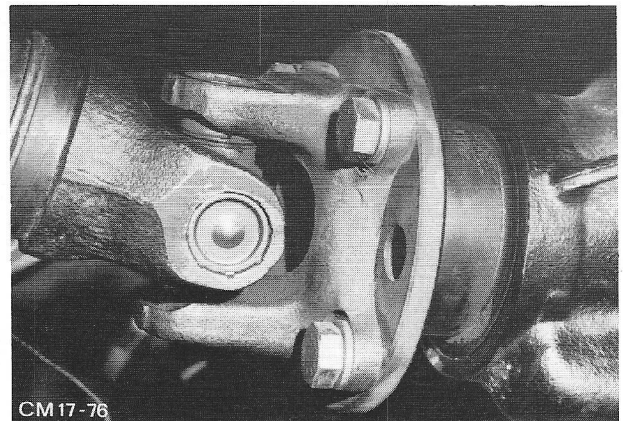

Fig.75 Cardanas bevestigd op de pignonflens.
7. Bevestig de cardanas op de pignonflens (gebruik nieuwe veerringen). Draai de bouten met het voorgeschreven aantrekkoppel vast. (Ga bij een tweedelige cardanas in de volgorde zoals in Werknr. 15 514 is beschreven te werk (fig.75).)